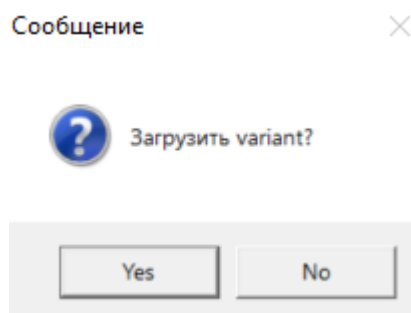

Рисунок 9
6) Далее будет предложено загрузить вариант (в качестве примера может быть использован файл IF2-3\_Variant.html, который находится в корневом каталоге утилиты) (рисунок 9)